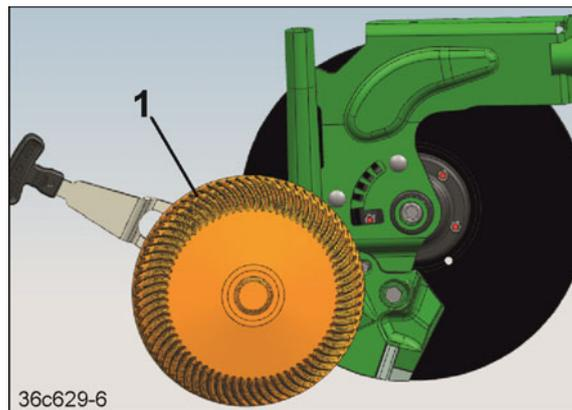

Рис. 307
1. Снимите дисковый/роликовый ограничитель глубины (Рис. 307/1).
9. Установите дисковый/роликовый ограничитель глубины (Рис. 307/1) и приведите его в нужное положение.